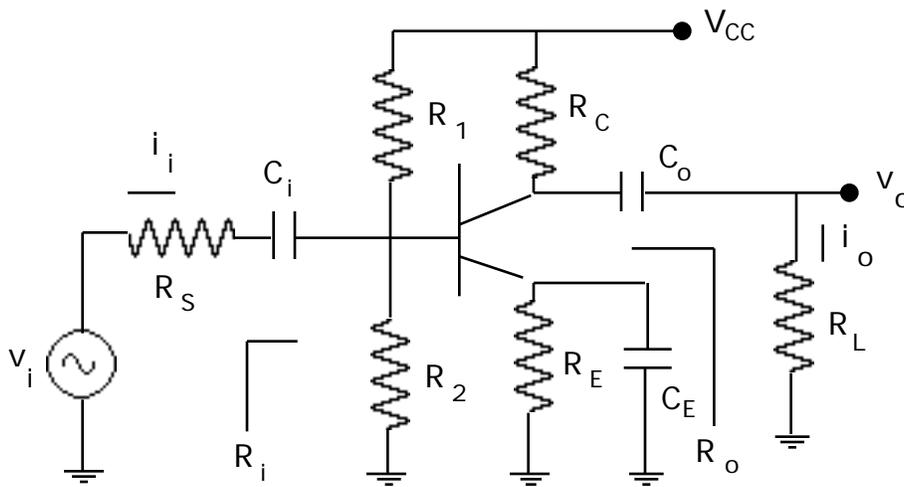

Figura 1.- Amplificador Emisor Común
2.- Diseñe un amplificador Emisor Común utilizando el esquema de la Figura 1, que cumpla con las siguientes especificaciones:
I. En el circuito de la Figura 1: